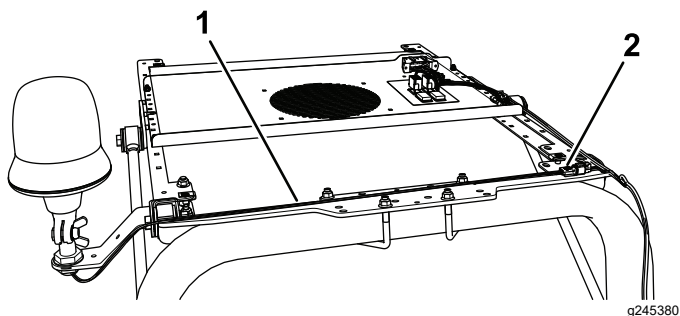

Figura 10
7. Enchufe el conector del arnés de la baliza en el conector del arnés del panel de interruptores (Figura 10).
8. Enrute el arnés de la baliza como se muestra en la Figura 10, y sujételo con bridas.